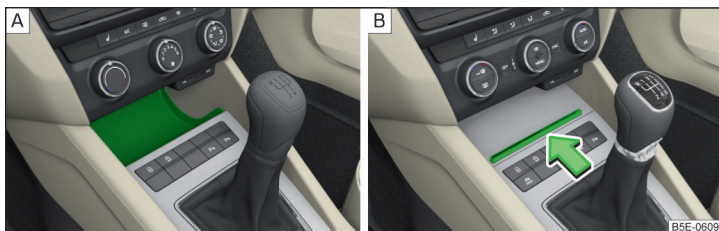

Fig. 76 Compartimentul de depozitare deschis / deschiderea compartimentului de depozitare
- Pentru **deschidere**, apăsați pe marginea capacului în sensul săgeții » fig. 76 - **B**.
Anumite variante de model nu dispun de capac la compartimentul de depozitare » fig. 76 - **A**.